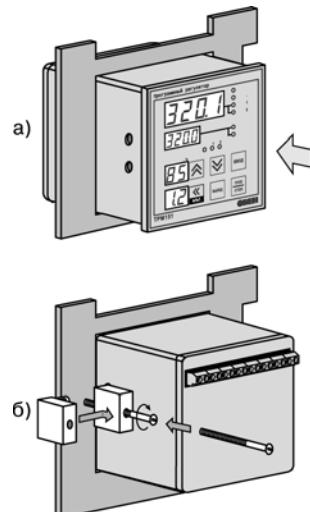

Рисунок 7.2 – Установка прибора щитового крепления
- Прибор вставляется в специально подготовленное отверстие на лицевой панели щита (см. Приложение А и рисунок 7.2, а).
- Фиксаторы из комплекта поставки вставляются в отверстия на боковых стенках прибора (рисунок 7.2, б).